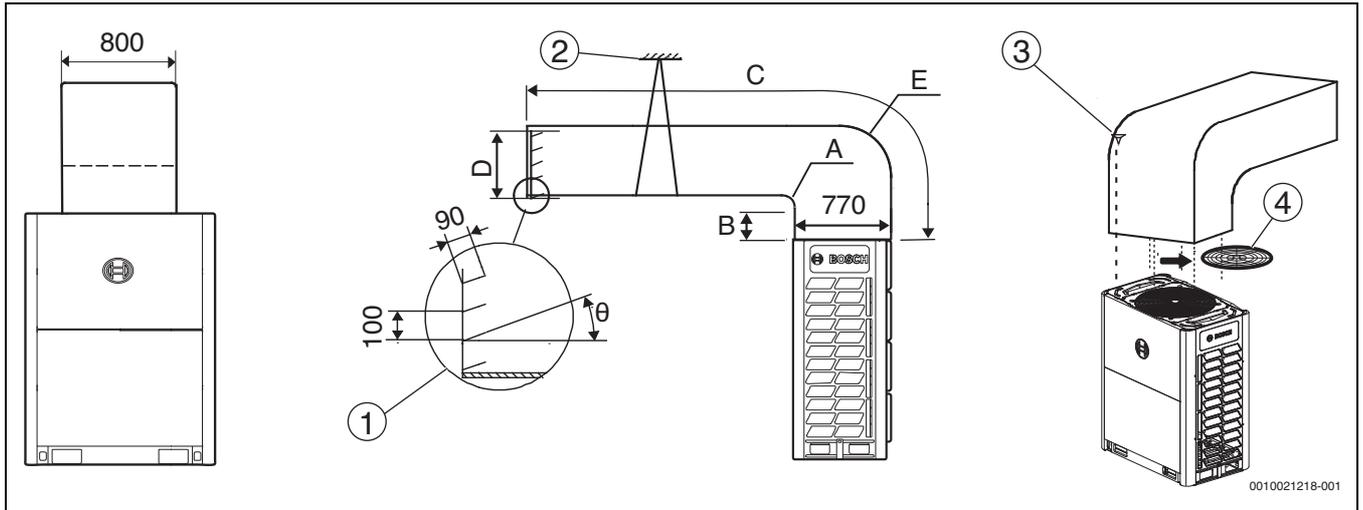

Рис. 73 Опция А: Поперечный воздуховод (ед. мм)
**Обозначения на рис. 73и 74:**
Таб. 40 Размеры на рис. 73
Таб. 41 Внешнее статическое давление на рис. 73 и 74